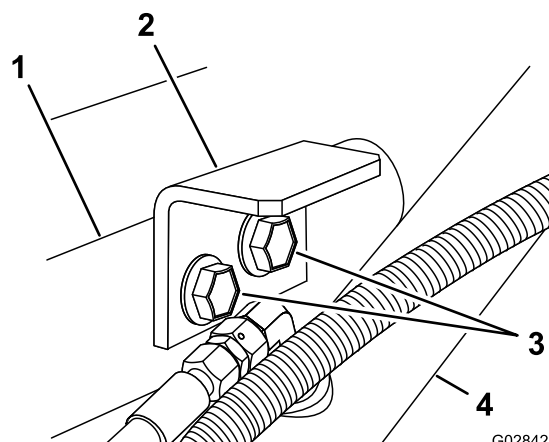

Figura 7
3. Monte os suportes de fixação ao suporte de apoio e estrutura utilizando os dois parafusos de cabeça flangeada e as porcas flangeadas que retirou no passo 1 (Figura 7).